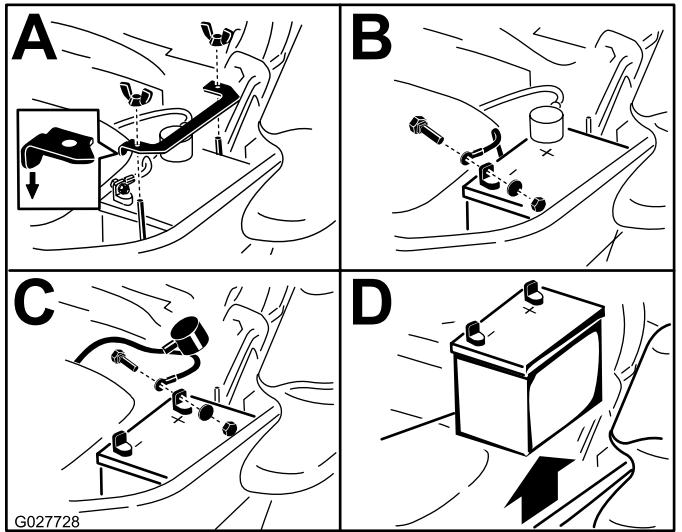

Figura 66
- Remova a bateria como se mostra na Figura 66.